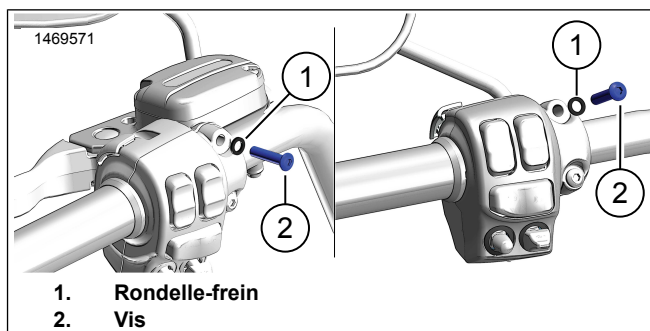

Figure 2. Vis et rondelle du support d'embrayage/rétroviseur supérieur gauche
1. Figure 2 Retirer la vis supérieure (2) et la rondelle (1) du support embrayage gauche. La mettre au rebut.
2. **Modèles Livewire** : Figure 2 Retirer la vis supérieure (2) et la rondelle (1) du support rétroviseur gauche. La mettre au rebut.